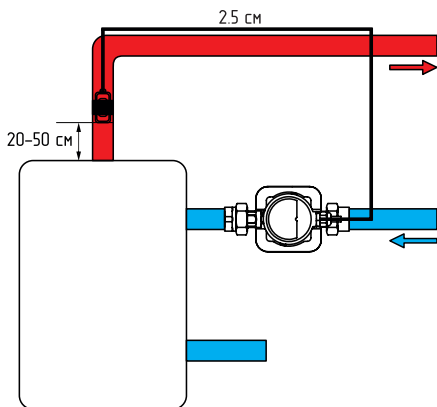
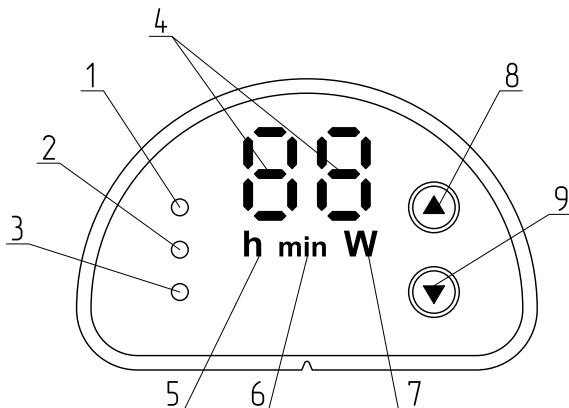

Рис.6 Установка датчика температуры
Рис.7 Панель управления
В данном режиме насос работает с постоянной скоростью. Зеленый **индикатор 1 (Рис.7)**, а также **индикатор 4 (Рис.7)**, показывающий текущую мощность, и **индикатор 7 (Рис.7)** будут гореть всегда (**см.сРис.7**).
Зеленый **индикатор 2 (Рис.7)**, а также **индикатор 4 (Рис.7)**, показывающий текущую мощность, и **индикатор 7 (Рис.7)** будут гореть всегда (см.Рис.7).
В данном режиме насос ограничивает своё энергопотребление, включаясь только для поддержания температуры воды. Датчик температуры будет получать обратную связь о температуре жидкости и принимать решение о запуске или остановке насоса. Насос остановится, когда температура превысит 50 °С, но будет работать с постоянной скоростью, когда температура опустится ниже 36 °С. Пример установки датчика температуры показан на **Рис.6**. Зеленый **индикатор 3 (Рис.7)**, а также **индикатор 4 (Рис.7)**, показывающий текущую мощность, и **индикатор 7 (Рис.7)** будут гореть.
Насос будет работать с постоянной скоростью в течение заданного временного промежутка. После входа в режим синхронизации **индикатор 4 (Рис.7)** отображает текущее значение времени, часы и минуты отображаются поочередно. При отображении часов загорается **индикатор 5 (Рис.7)**. При отображении минут загорается **индикатор 6 (Рис.7)**. Пользователи могут устанавливать периоды времени начала и окончания работы насоса. Таких временных периодов может быть три.
Когда электрический насос находится в режиме ожидания в течение 8 часов подряд, он автоматически запускается и промывает систему трубопровода в течение 15 минут. В это время насос работает с постоянной скоростью. Функция промывки возможна только в режиме контроля температуры и режиме таймера. **Индикатор 7 (Рис.7)** будет гореть, **индикатор 4 (Рис.7)** будет мигать и отображать текущую рабочую мощность.
После подключения питания насоса, короткое нажатие **клавиши 8 (Рис.7)** поможет вам переключать режимы (режим работы с постоянной скоростью, автоматический режим работы и режим контроля температуры). Заводская настройка насосов заключается в том, что они работают в режиме постоянной скорости.
Когда насос находится в режиме синхронизации, **индикатор 4 (Рис.7)** будет показывать текущее время. Часы и минуты отображаются попеременно. Диапазон настройки времени составляет 24 часа, все значения часов могут быть установлены от 0 до 23, а минут устанавливается от 0 до 59. После завершения настройки и выхода из соответствующего режима, часы и минуты показываются попеременно.
1. Войти в режим синхронизации (только в режиме синхронизации доступна настройка времени). Одновременное нажатие **клавиш 8 и 9 (Рис.7)** в течение 5 секунд активирует режим настройки. **Индикатор 4 (Рис.7)** мигает и отображает позиции F0-F6 (обозначают период времени).
После длительного нажатия **кнопки 9 (Рис.7)** в течение 5 секунд становится доступна настройка часов (мигает **индикатор 5 (Рис.7)**), и отображается текущий час. С помощью **кнопки 9 (Рис.7)** уменьшаем время на один час, с помощью **кнопки 8 (Рис.7)** увеличиваем.
Значение времени с часах установлено, пожалуйста, нажмите и удерживайте **кнопку 9 (Рис.7)** в течение 5 секунд. Теперь доступна установка минут (**индикатор 5 (Рис.7)** мигает). При нажатии **кнопки 9 (Рис.7)** время уменьшается на одну минуту, при нажатии **кнопки 8 (Рис.7)** увеличивается.
После третьего длительного нажатия **кнопки 9 (Рис.7)** в течение 5 секунд становятся доступны настройки периода времени **F1-F6** (нажатием **кнопки 8 (Рис.7)** меняем период на следующий). Для установки времени в каждом периоде **F1-F6** повторяем вышеописанные действия.
Когда любое значение от **F0** до **F6** отображается в **индикации 4 (Рис.7)**, то после одновременного длительного нажатия **клавиш 8 и 9 (Рис.7)** на 5 секунд, пользователь может выйти из режима настройки. **Индикатор 4 (Рис.7)** отображает установленное текущее время.
Коротким нажатием **кнопки 8 (Рис.7)** меняем режимы работы насоса.
После подключения питания, на дисплее насоса загорается **индикация 4 (Рис.7)**. Во время работы насоса отображается значение фактического энергопотребления в ваттах.
Индикатор 3 (Рис.7) горит красным	Неисправность датчика температуры